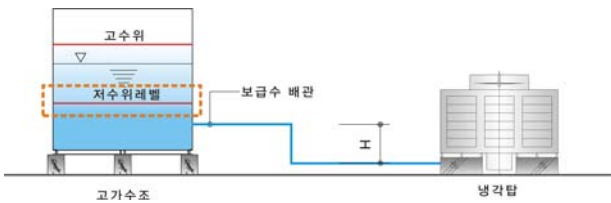

fig. 4 냉각탑의 보급수 배관 보완한 상태
3. 고가수조 저수위 레벨을 올려서 공기가 보급수 배관으로 혼입되지 않게 한다.(fig. 4)